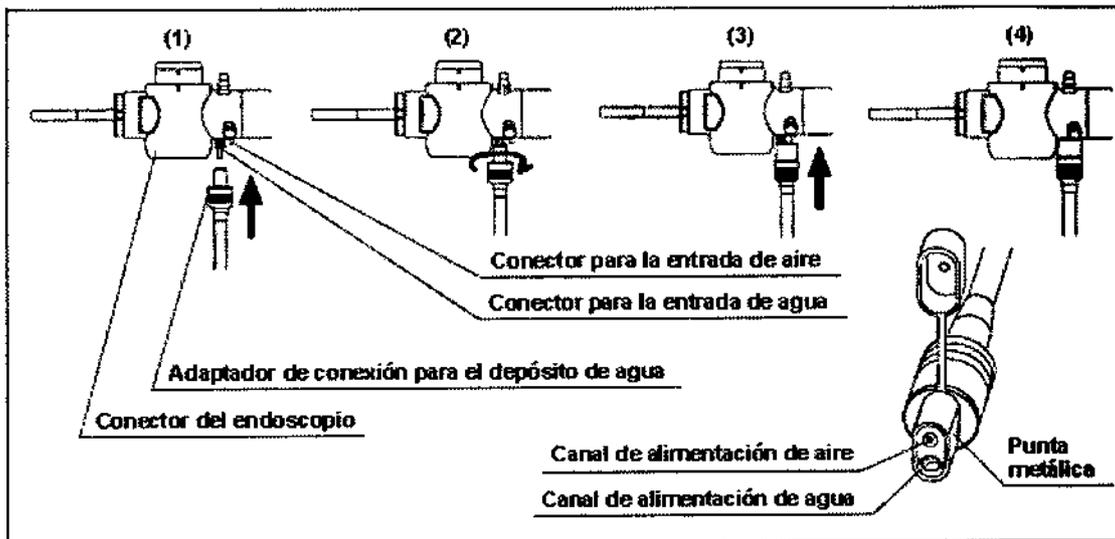

Figura 3.14
3. Coloque el canal de alimentación de agua del depósito de agua en el conector de alimentación de agua del conector del endoscopio en un ángulo de 90° y presiónelo hasta el tope (véase la figura 3.14 (1)).
4. Gire el adaptador de conexión del depósito de agua 90° en sentido horario para alinear el canal de alimentación de aire con el conector de alimentación de aire en el conector del endoscopio (véase la figura 3.14 (2)).
5. Vuelva a presionar el adaptador de conexión del depósito de agua hasta el tope (véase la figura 3.14 (3)).
6. Asegúrese de que el adaptador de conexión para el depósito de agua encaja correctamente y no se puede girar (véase la figura 3.14 (4)).